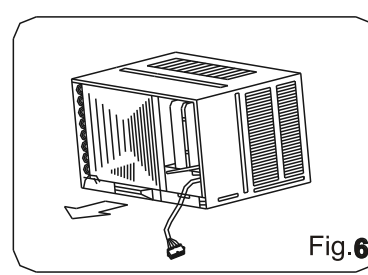

Fig. 6
7. Ziehen Sie das Chassis vorsichtig aus dem Einbaugehäuse (Fig. 6)